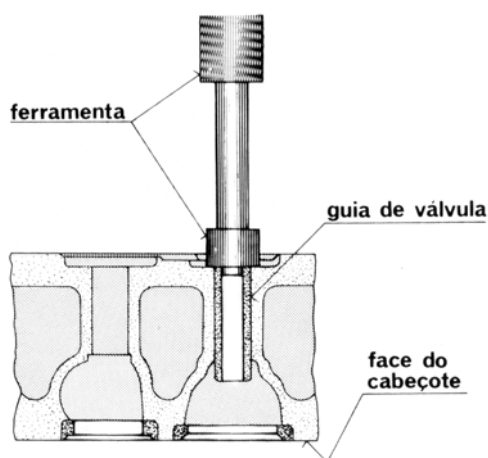

FIG 16
2. Prende a guia com a mesma ferramenta utilizada para sacá-la, Fig. 16.